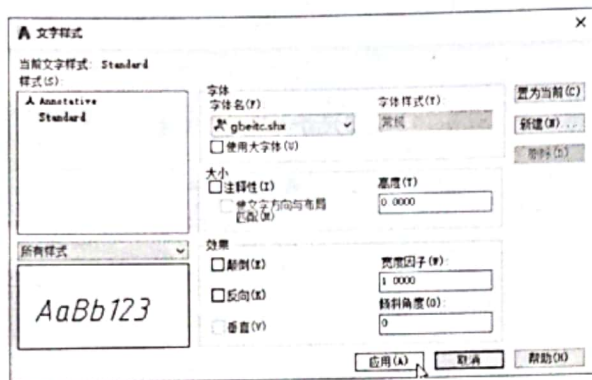

图 8-16 设置文字样式
►Step02 单击“继续”按钮，打开“新建标注样式”对话框中切换到“文字”选项卡，单击“文字样式”右侧编辑按钮，打开“文字样式”对话框，这里将“字体名”设为“gbaitc.shx”选项，单击“应用”按钮，如图8-16所示。